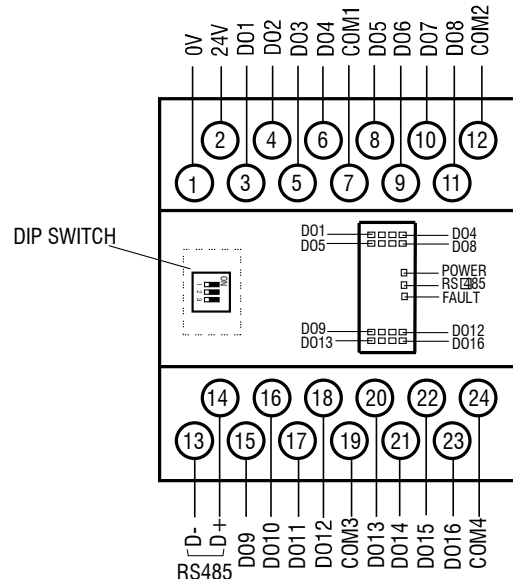

Fig. 4.1 Conexiones eléctricas
- Los terminales de conexión se muestran en la fig. 4.1, la designación de los terminales se indica en la Tabla 4.1.
- Abrir la tapa del panel frontal del módulo (ver fig. 4.1).